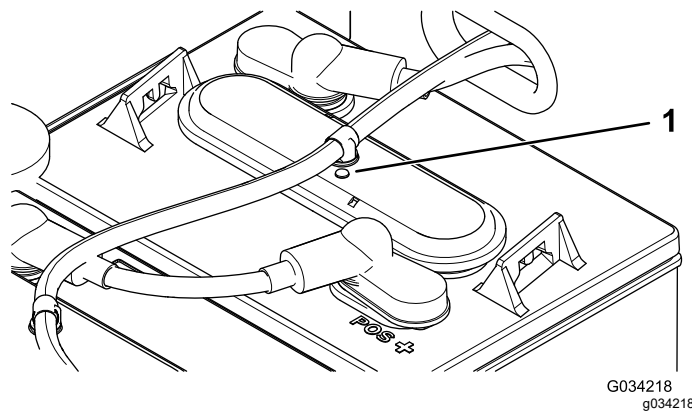

Figura 37
- Controllate gli occhietti su ciascuna delle batterie per vedere se sono neri o bianchi (Figura 37).